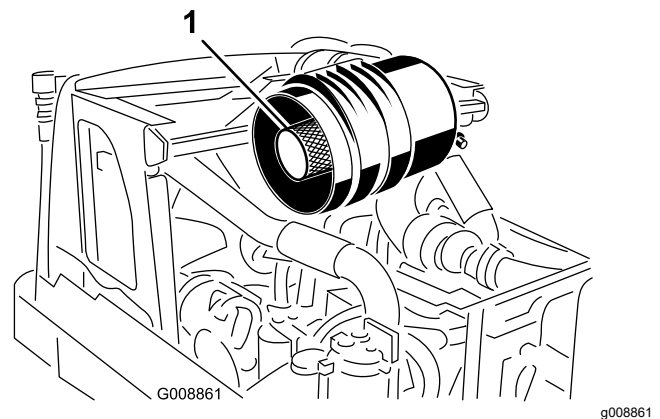

Bild 48
**Wichtig:** Versuchen Sie nicht, den Sicherheitsfilter zu reinigen. Tauschen Sie den Sicherheitsfilter bei jeder dritten Wartung des Hauptluftfilters aus (Bild 48).